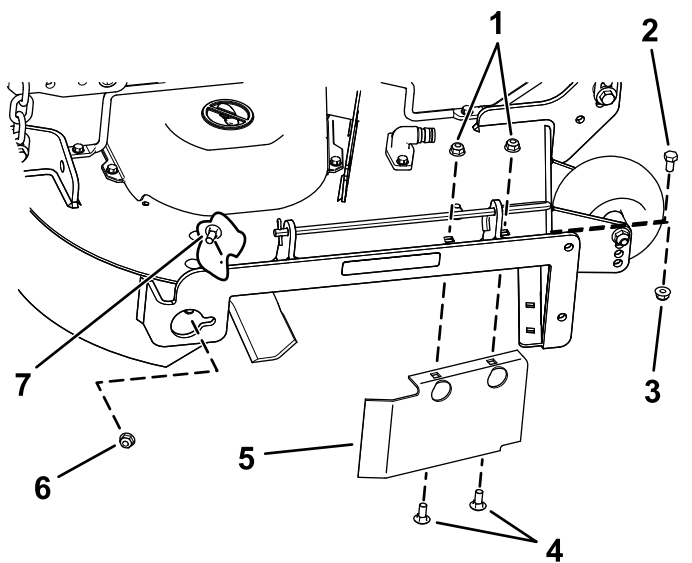

Figure 17
8. Sur la paroi arrière du plateau de coupe, retirez le boulon de carrosserie (5/16" x 3/4) et le contre-écrou (5/16") qui fixent le déflecteur au plateau (Figure 17).
13. Placez les fixations retirées précédemment dans les trous avant de la plaque d'éjection et le trou à l'avant du plateau de coupe (Figure 17).
9. Localisez la protection du déflecteur sur le bord avant de l'ouverture d'éjection latérale (Figure 17).
10. Retirez les fixations qui maintiennent la protection du déflecteur et le déflecteur droit sur le plateau de coupe (Figure 17).